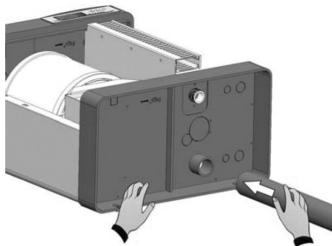

рис. 9
6. Присоедините дренажную трубу к патрубку диаметром 40 мм, закрепив ее хомутом, поставляемым в комплекте [рис. 9 и 10].
6. Присоедините дренажную трубу к патрубку диаметром 40 мм на задней стороне пароувлажнителя, закрепив ее хомутом, поставляемым в комплекте [рис. 9 и 10].